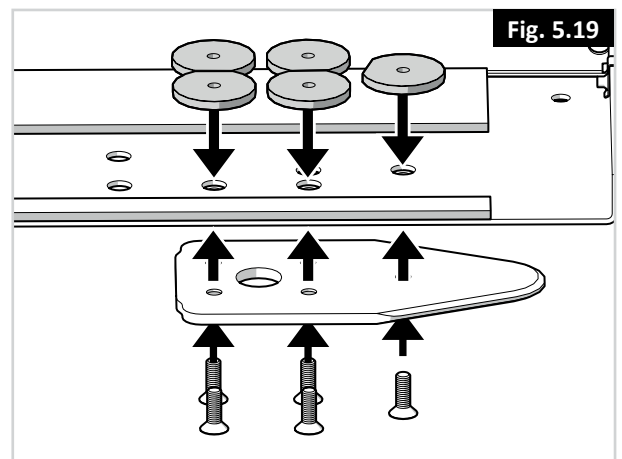

Fig. 5.19
9. Montieren Sie die fünf Schrauben mit dem bzw. den Distanzstücken aus Kunststoff (damit die Batterien nicht mit den Muttern in Berührung kommen) und der Sicherungsplatte an die Unterseite des Fahrgestells. Drehmoment: 16-18 Nm/13,3 lb.ft (Fig. 5.19).